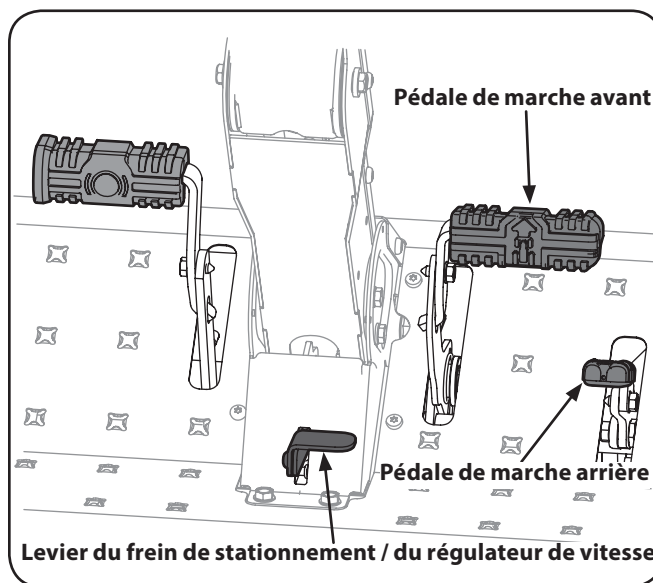

Figure 5-2
2. Pour vous déplacer en marche avant, appuyez doucement sur la pédale de marche avant jusqu'à ce que vous atteigniez la vitesse désirée. Voir Figure 5-2.
- Pour vous déplacer en marche arrière, regardez d'abord derrière vous et appuyez ensuite doucement sur la pédale de marche arrière  avec l'avant du pied (et NON avec le talon) jusqu'à ce que vous atteigniez la vitesse désirée. Voir Figure 5-2.